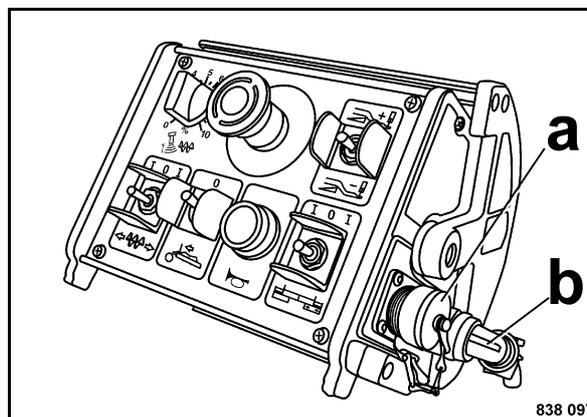
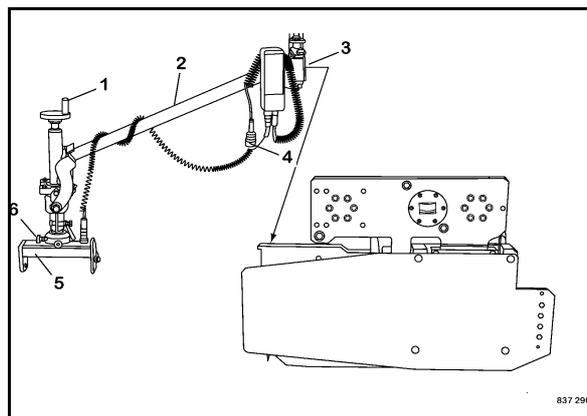

Fig. 87
Fig. 88
- Collegare i sensori a ultrasuoni ai posti di comando esterni b (Fig. 87).
- Montare il controllo livellamento (Fig. 88) e collegarlo a (Fig. 87).